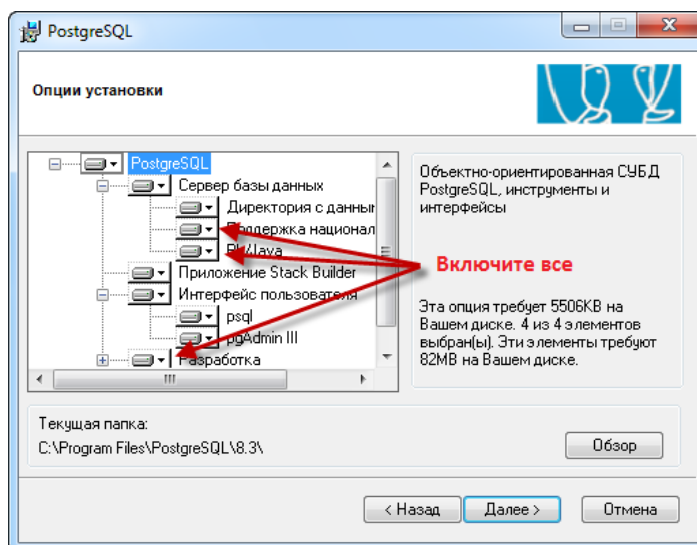

Рис. 3.4. Выбор устанавливаемых компонентов
6. В окне *Опции установки* выберите установку всех компонентов программы на локальный жесткий диск и нажмите кнопку *Далее* (рис. 3.4).